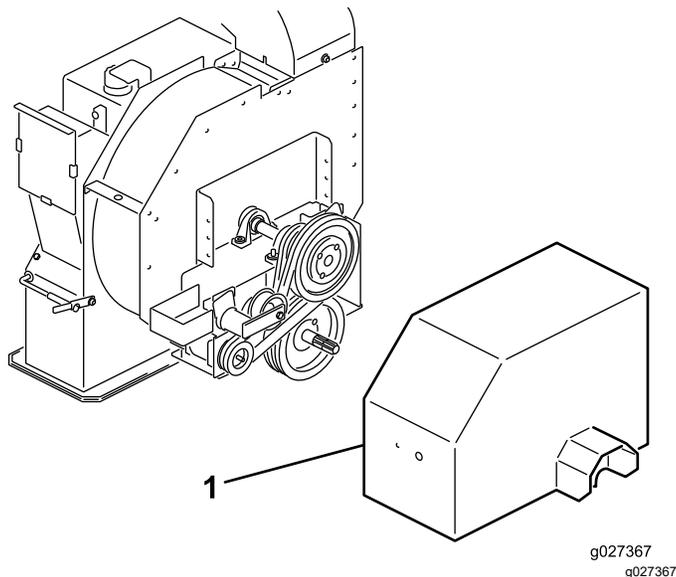

Рисунок 14
1. Ослабьте болты и гайки крепления щитка привода к корпусу крыльчатки (Рисунок 14) и снимите щиток.
2. На задней стороне рамы ослабьте болт крепления натяжителя ремня к раме (Рисунок 14).